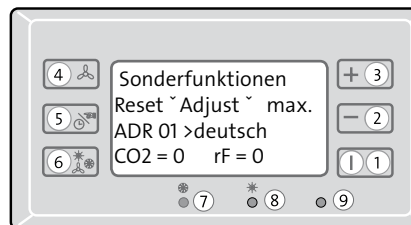

Abb. 6.12
- **Taste 1** drücken. Auf dem Display erscheint die Meldung „Sonderfunktionen“. Das Feld **Adjust** oder **Reset blinkt** (s. Abb. 6.12).